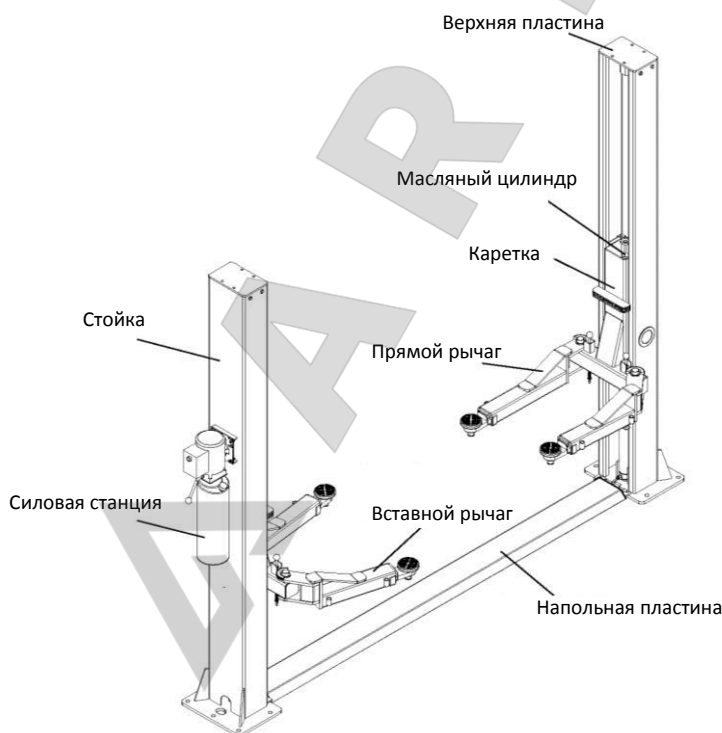

Рис. 2
2.3 Конструкция подъемника (рис. 2)